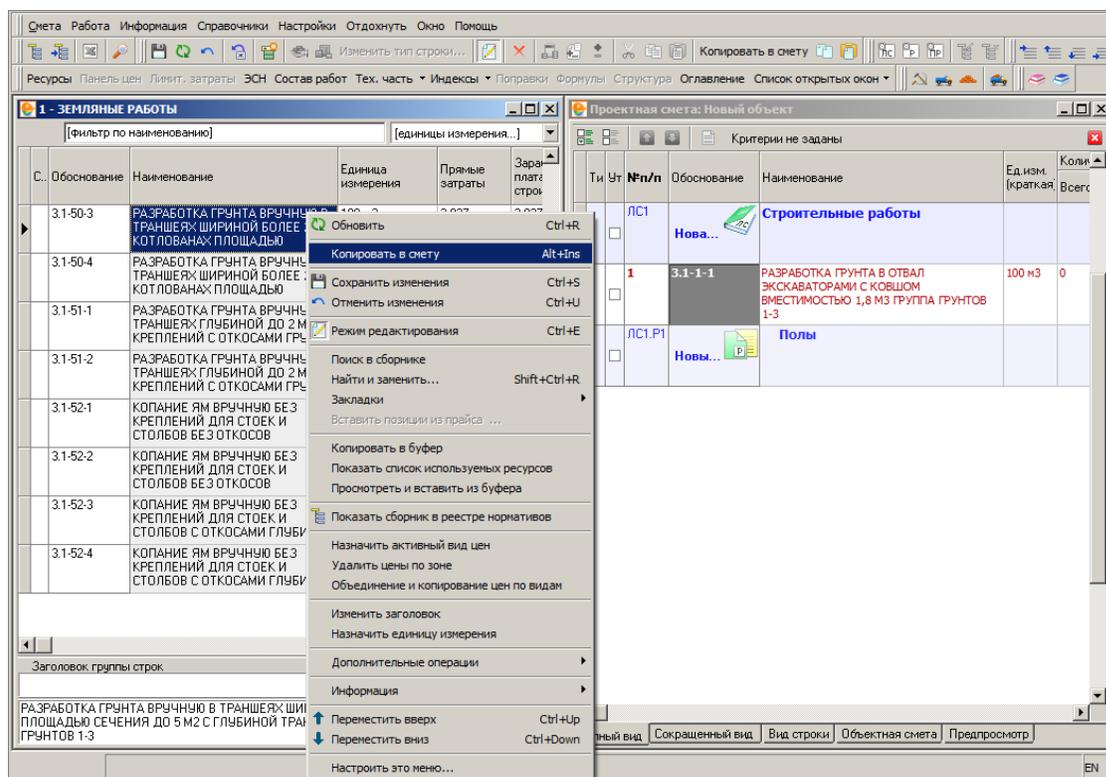

Рис. 2.
5. Следующую расценку скопируем через контекстное меню. Щелкните правой кнопкой мыши по найденной расценке и выберите пункт **Копировать в смету** (см. рис. 2).